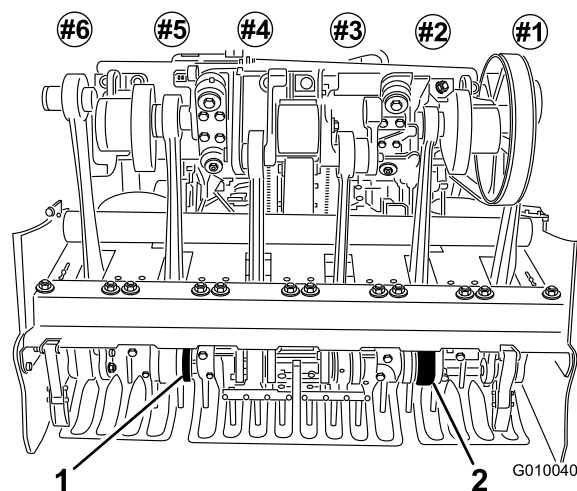

Рисунок 25
5. Установите зубья в держатели зубьев № 2 и № 5 (Рисунок 25). Затяните болты.